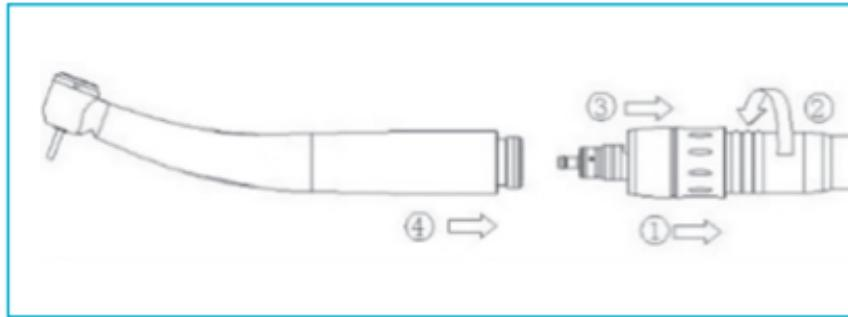

Fig. 6-7
- Vissez le coupleur à LED sur le cordon turbine (Fig. 6-7①).
- Serrez le bouchon fileté du cordon turbine à la main (Fig. 6-7②).
- Montez le dispositif médical avec précision sur le coupleur à LED tout en faisant glisser la bague de serrage (Fig. 6-7③④).